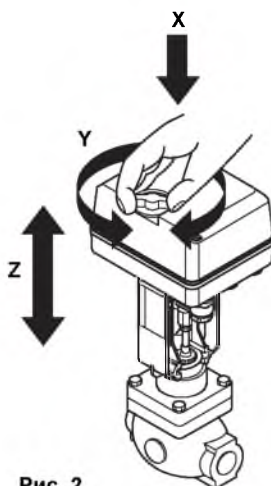

Рис. 2
Нажмите на маховик (X) и вращайте в направлении (Y), чтобы шток перемещался в направлении (Z) (см. рис. 2).